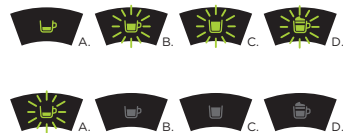

Fig. 16: Programación del botón de extracción de café espresso.
- A continuación deberá pulsar el botón de extracción de café espresso hasta que los indicadores luminosos de los botones de extracción de café largo, té y bebida con leche parpadeen. Pulse de nuevo el botón de extracción de café espresso (ver **Fig. 16**). Los indicadores luminosos de los botones de extracción de café largo, té y bebida con leche se apagaran.